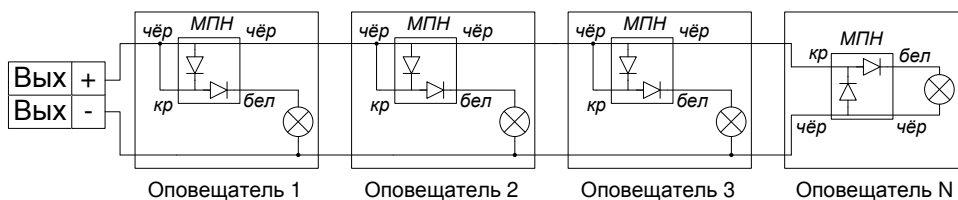

Рисунок 6. Схема подключения нескольких сирен или световых табло к выходам блока
4.3.4 Схема подключения нескольких исполнительных устройств к одному выходу блока приведена на рис. 6.